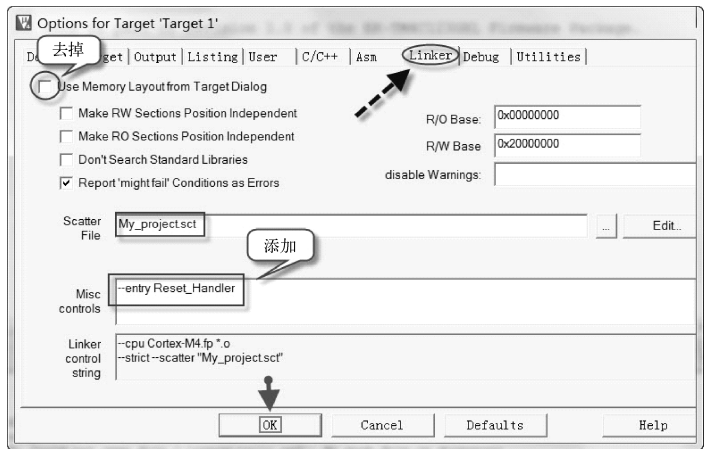

图 1-58 配置 “Linker” 选项
7) 配置 “Linker” 选项，单击 OK 按钮确认，如图 1-58 所示。